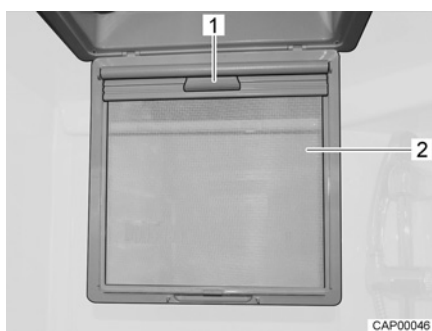

Bild 34 Verdunklungsrollo
- Insektenschutz (Bild 34,2) nach unten klappen.
- Verdunklungsrollo am Griff (Bild 34,1) nach unten ziehen, bis es auf der Gegenseite einrastet.
- Verdunklungsrollo am Griff (Bild 34,1) ausrasten und langsam in die Ausgangsstellung zurückführen.
- Insektenschutz (Bild 34,2) nach oben schwenken, bis er einrastet.